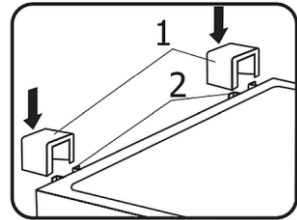

Рис. 4
8. Взяти дві опори (1) і вставити їх в напрямні (2) у верхній частині задньої стінки (рис.4).